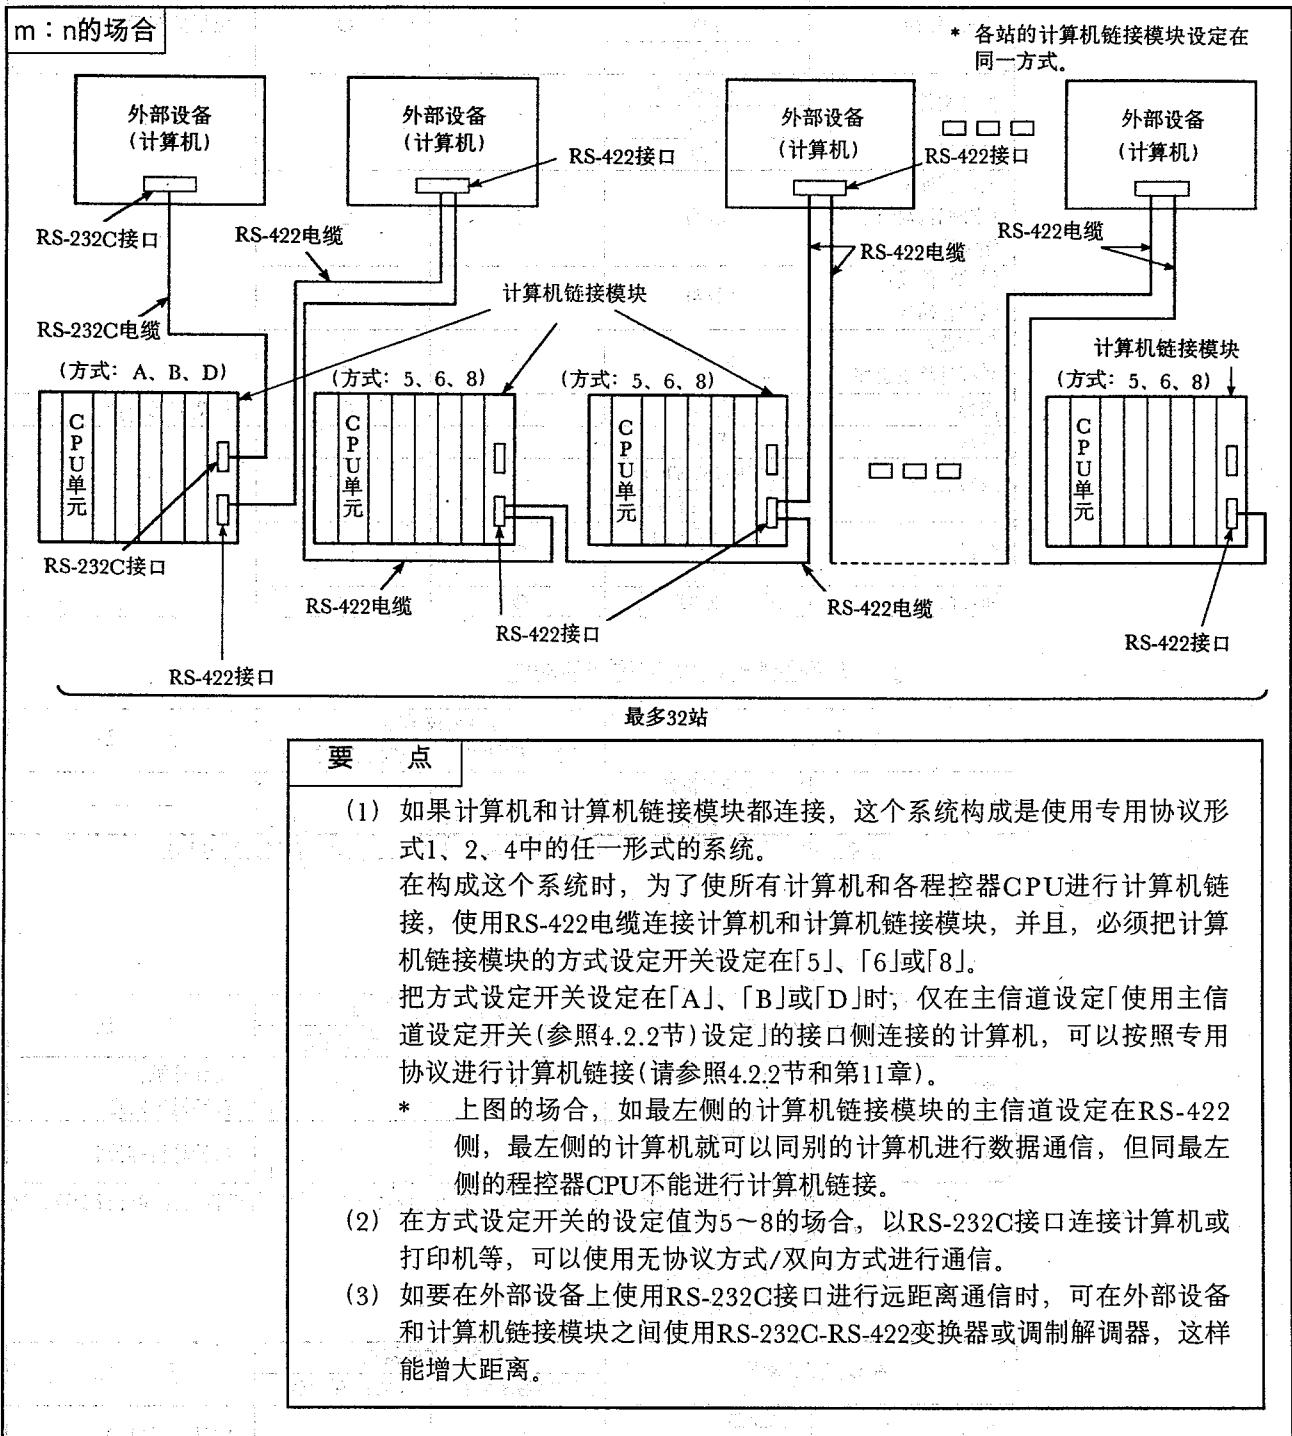

图2.5 系统构成(V)
(1) 外部设备(计算机)与程控器CPU为m:n(m:n合计最大为32)站场合的系统构成,如图2.5所示。